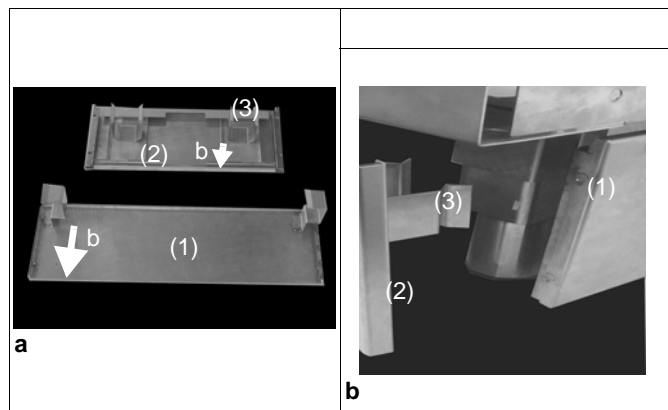

Fig.3 Montaje en zócalo
- Zócalo lateral izquierdo y derecho (1 / Fig.3).
- Zócalo para la parte delantera y también para la parte trasera (2 / Fig.3) en el caso de aparatos de instalación independiente (2 / Fig.3).
- ⇒ Deslice el zócalo lateral (1 / Fig.3) de la parte delantera a la trasera con el soporte sobre las patas. La distancia superior (b / Fig.3) del soporte debe encontrarse en la parte inferior.
- ⇒ Incorpore los soportes (3 / Fig.3) al zócalo (2 / Fig.3). La distancia superior (b / Fig.3) del soporte debe encontrarse en la parte inferior.
- ⇒ Introduzca los soportes (3 / Fig.3) sobre las patas.